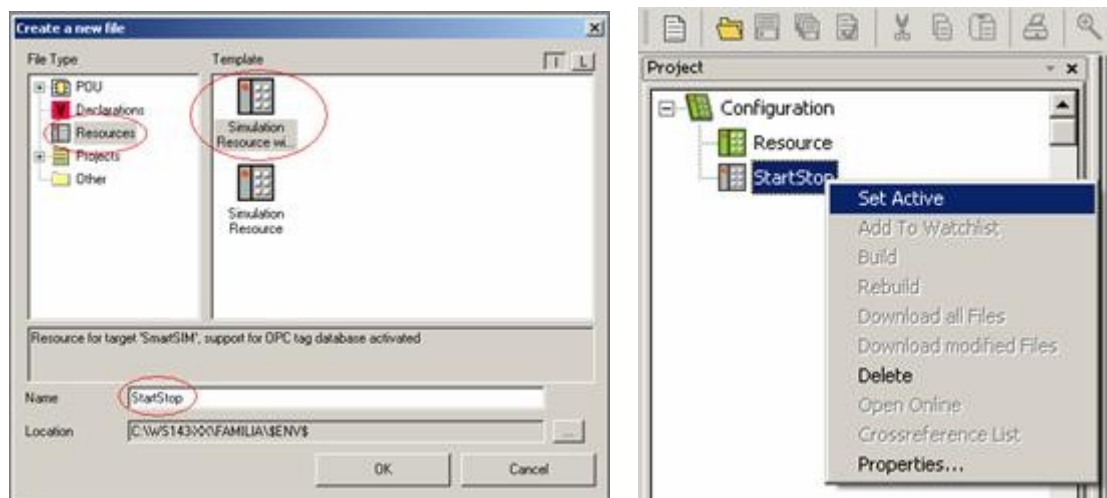

Рис. 34. Создание нового ресурса
4. Создайте новый ресурс с именем startstop (“File->New...”, и выберите Resource). Сделайте его активным (рис.34).